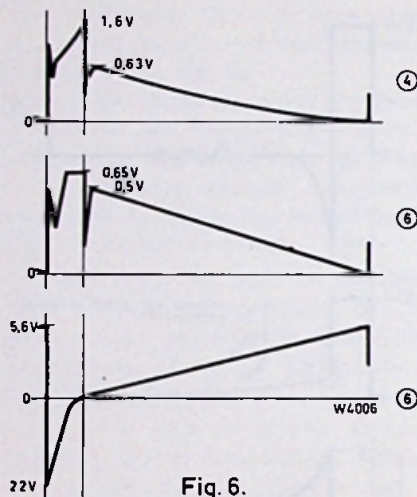

Fig. 6.
Opgemerkt dient te worden, dat de uitslingeramplitude (fig. 5 — ②) nog verder afneemt, als voor D1 een 1N34 wordt gebruikt, terwijl dan slechts 1 periode zichtbaar is in plaats van 6. Fig. 6 toont de oscillogrammen op de punten ④ — ⑤ en ⑥, zij spreken voor zichzelf. Men herkent in ⑥ het lineaire verloop van de collectorspanning aan Tr. 2.